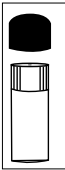

figura 3A
- 2. Retire la tapa de vinilo del envase pequeño (Vial) para exponer el agujero de fuga pequeña, como se muestra en la Figura 3A a continuación. NO DESENROSQUE LA TAPA NEGRA DE LA BOTELLA.